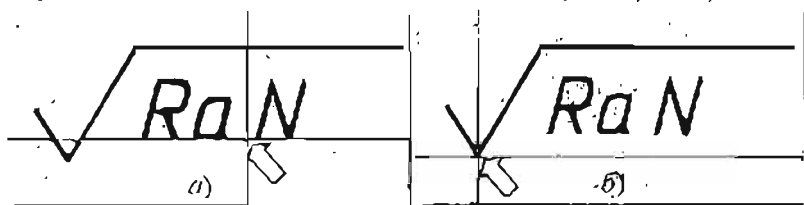

Рис. 11.31. Указание точки вставки: а) атрибута, б) блока
Укажите на экране точку вставки атрибута относительно знака и обозначения параметра шероховатости (рис. 11.31, а).
После создания атрибута необходимо создавать блок. Для этого нажмите кнопку  **Make block** (Создать блок) на панели инструментов **Draw** (Рисование). Вследствие вызова команды откроется диалоговое окно (см. рис. 9.29). В текстовом поле списка **Name** (Имя) введите имя создаваемого блока, например, «Ra». В качестве точки вставки создаваемого блока в чертеж укажите вершину нижнего излома знака (рис. 11.31, б). В качестве объектов для блока выберите все, что приведено на рис. 11.31. Не забудьте выбрать атрибут (N).